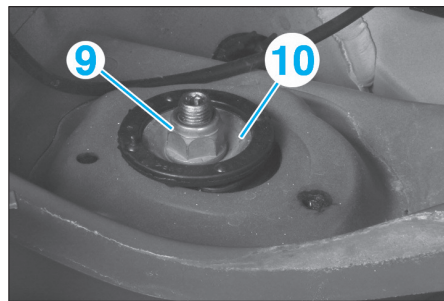

FIG. 8
- Déposer l'écrou (9) et la coupelle (10) (Fig.8).